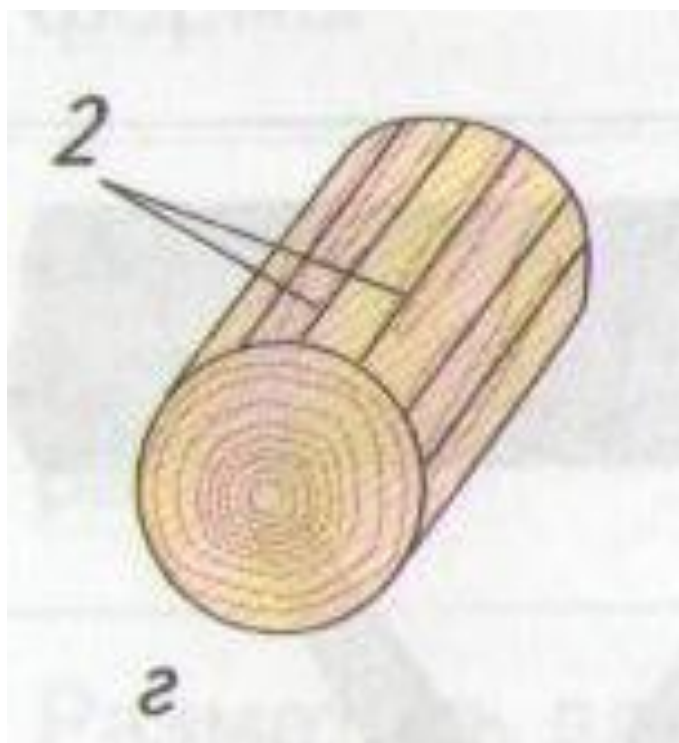

Рис. 1, з
- Для большего приближения к форме цилиндра на торцах размечают шестнадцатигранники, проводят линии разметки 2 и сострагивают грани шестнадцатигранника (рис. 1,з).